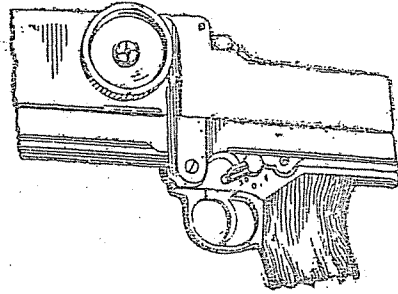

Рис. 27. Установка переводчика
1. Поставить переводчик на цифру «20». Переводчик ходит с левой стороны пулемета на спусковой коробке и в положении для автоматического огня своим флажком должен стоять в переднем положении у цифры «20» (рис. 27).